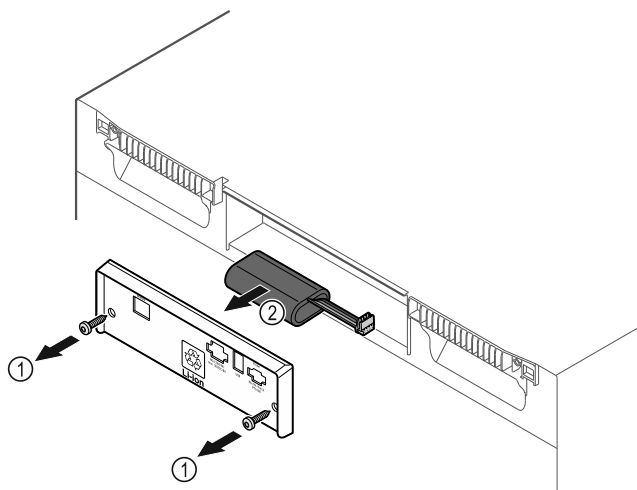

Fig. 201
- ▶ Odvrnite vijke i skinite pokrov sa stražnje strane uređaja Fig. 201 (1).
- ▶ Iskopčajte i izvadite bateriju Fig. 201 (2).